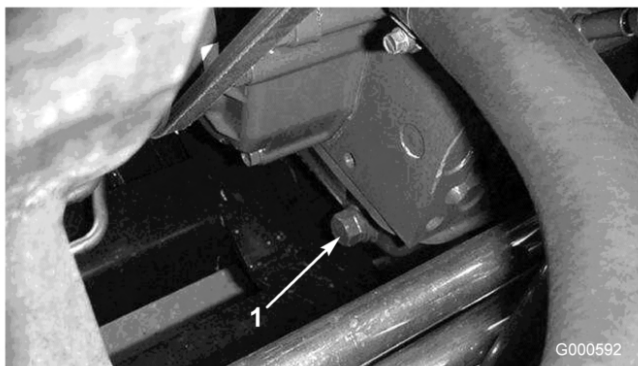

Bild 34
1. Entfernen Sie die hintere Ablassschraube (Bild 34) und lassen das Öl in ein Auffanggefäß ab. Schrauben Sie die Ablassschraube wieder ein, nachdem das Öl abgelaufen ist.